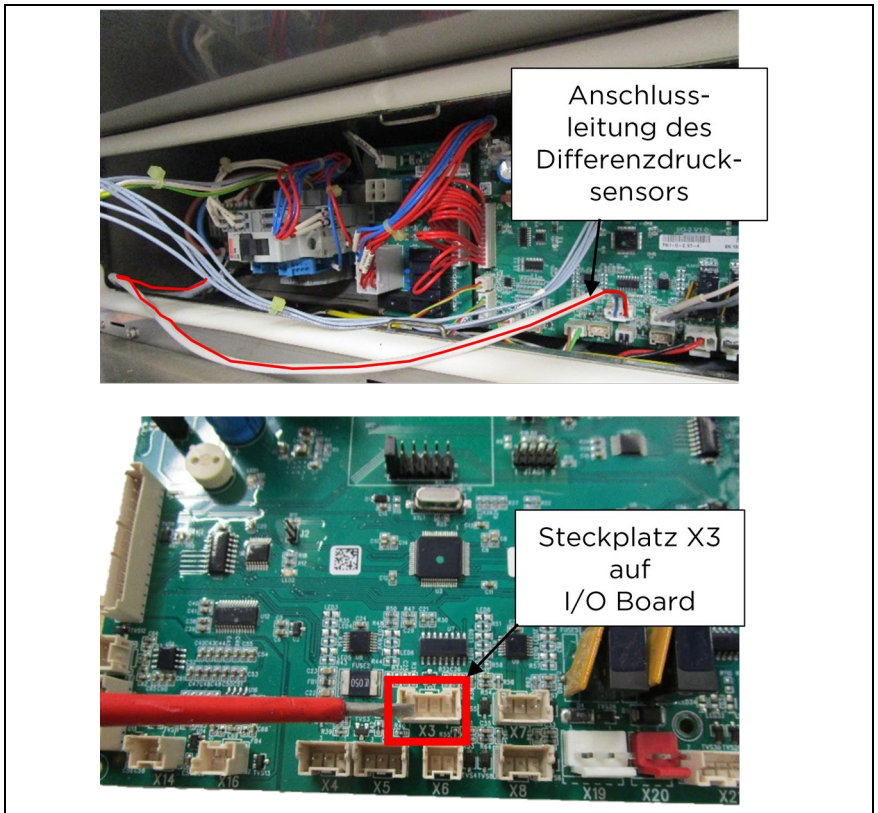

Abb. 17: Elektrischer Anschluss von Haube am Gerät (X3)
14. Den Stecker der Anschlussleitung des Differenzdrucksensors nun links oder rechts, oberhalb der Garraum und im Gehäuse, nach vorn zur Bedienblende führen und mit dem Gerät am Steckplatz X3 verbinden. Hierbei muss darauf geachtet werden, dass die Motoranschlussleitung (Pos. 27), sowie die Anschlussleitung des Differenzdrucksensors bei den folgenden Montageschritten nicht beschädigt, gequetscht oder auf Zug belastet wird (Abb. 17)